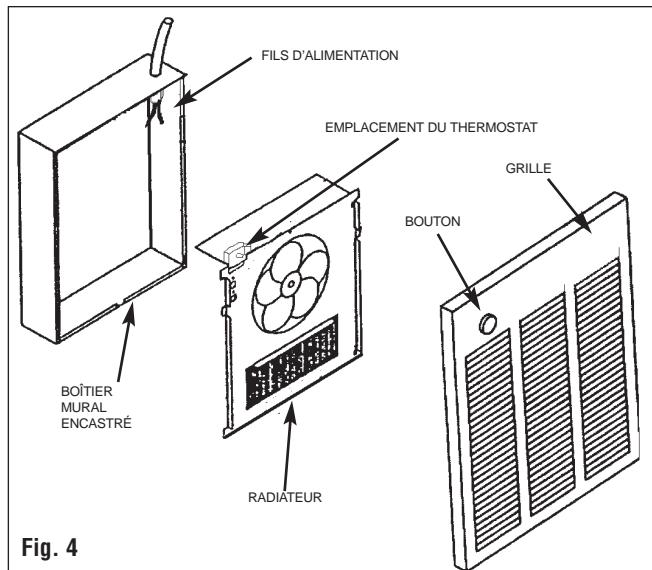

Fig. 4
Lorsque le boîtier mural est complètement installé et qu'aucune autre saleté de construction n'est supposée être produite, nettoyer les débris du boîtier mural, sortir le radiateur de son carton puis consulter la figure 4 et procéder de la manière suivante :
2. Enlever la grille (figure 4) et mettre l'interrupteur de mise hors-circuit en position d'arrêt.